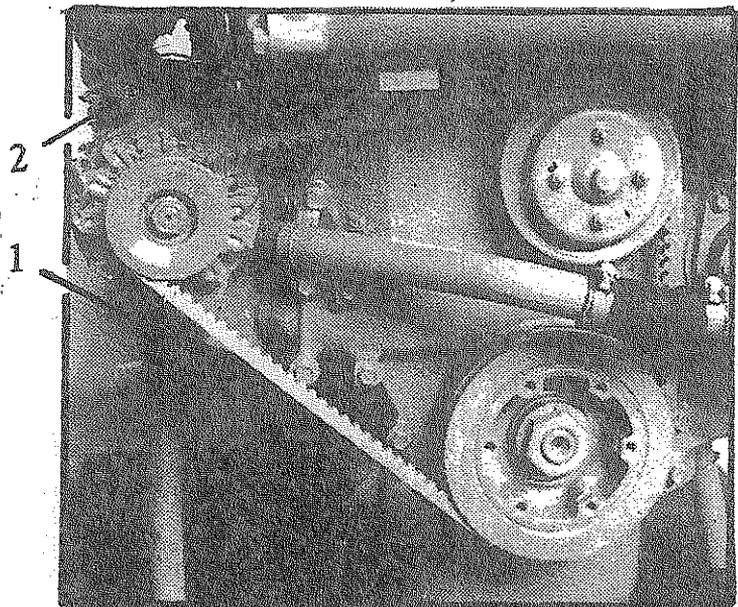

Fig. 28
Para tensar la correa del alternador aflojar los dos tornillos de fijación del alternador, uno situado en la parte inferior del mismo (1) y el otro en la parte superior (2) ó sea el tensor, tensar la correa haciendo palanca con el alternador, hasta que tenga la tensión adecuada (Fig. 28).
Aflojar los dos tornillos (1) y (2) de la Fig. 28.